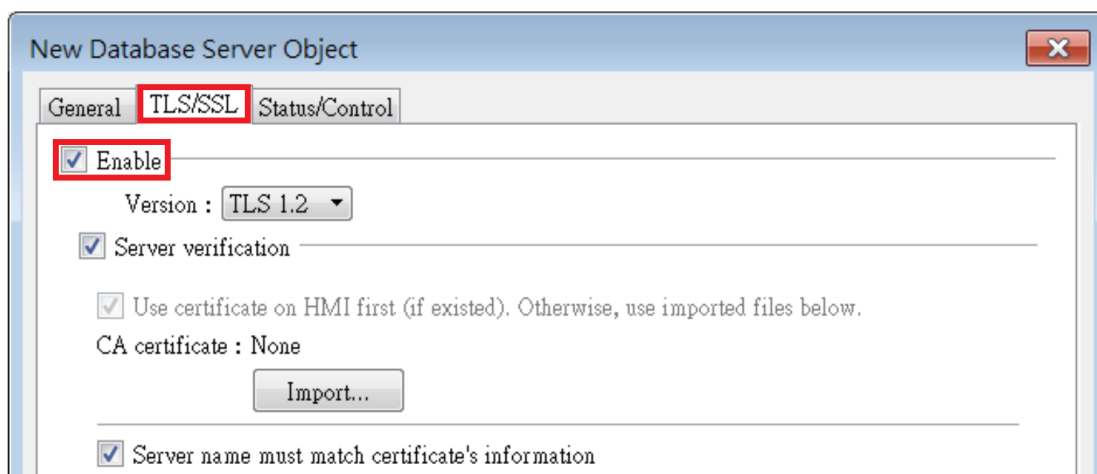

Figura 5.5: Configuración de cifrado TLS/SSL para servidor de bases de datos.
Cuando se utilice un servidor de bases de datos en un proyecto con IHM, se recomienda habilitar el cifrado TLS 1.2. También debe importarse el certificado de la autoridad certificadora (CA). En la configuración del objeto Database Server, habilite el cifrado y la verificación en la pestaña *TLS/SSL*, como se muestra en la Figura 5.5.